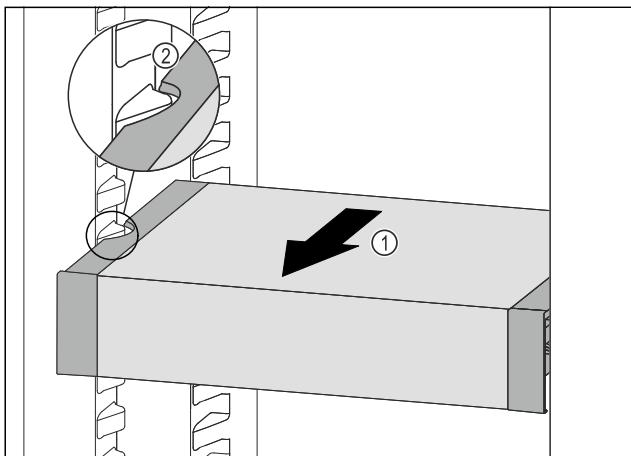

Fig. 72
- ▶ Изтеглете VarioSafe напред Fig. 72 (1), докато страничните прорези на VarioSafe се намират на височината на реброто на съда в хладилната част. Fig. 72 (2)